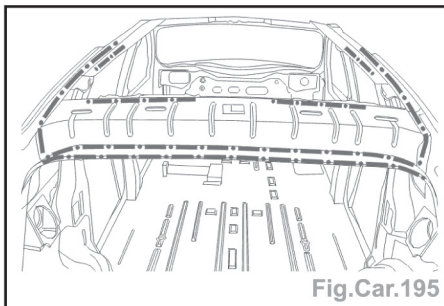

Fig.Car.195
- Préparer les bords d'accostage et protéger les bords de la traverse AR de pavillon par un apprêt soudable (Fig.Car.195).